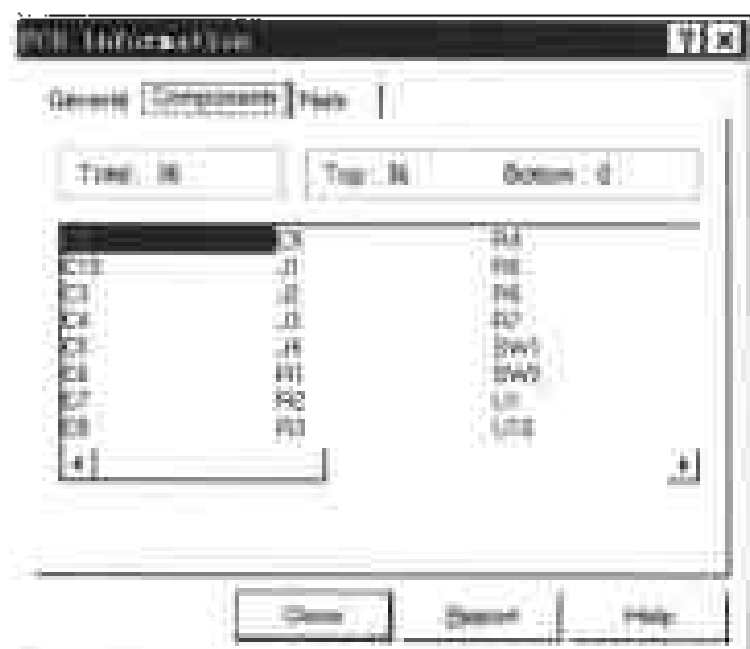

图 10-20 Components 选项页
(2) Components 选项页。该页如图 10-20 所示, 主要用于当前电路板上使用的元件序号及元件所在的板层等信息。